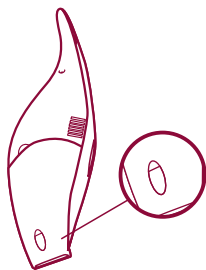

図9
- タンク内の液体の量を頻繁にチェックしてください。タンクの底にあるのぞき窓から、吸引した液体の量を確認できます。ハンディクリーナーは開口部を下にして垂直に維持します。（図9）